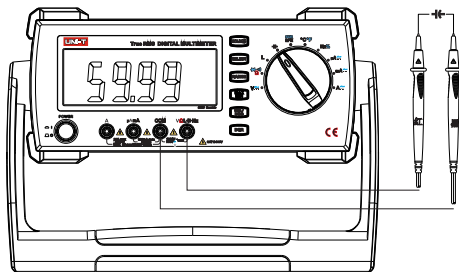

图5
- a) 将红表笔插入"C"插孔, 黑表笔插入"COM"孔(如图5)。